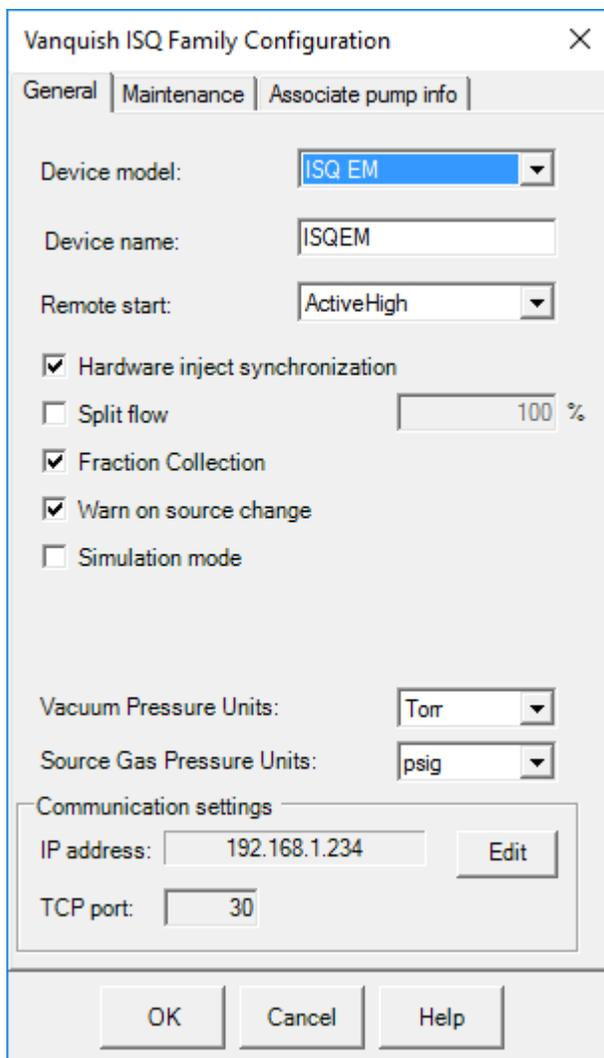

图 68: ISQ Family Configuration (ISQ 系列配置) - General (常规) 选项卡
- 15) 单击 **OK**（确定）并返回 Chromeleon 配置窗格上的 General（常规）选项卡。见图 68。